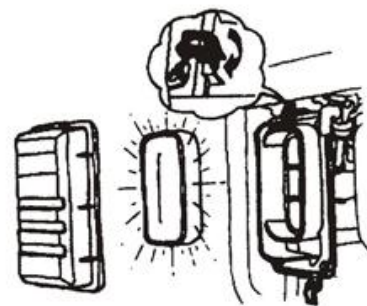

Рис. 19
3.3.4 Поставте фільтрувальний елемент на вихідну позицію, встановіть кришку та закріпіть її добре (Рис. 19).